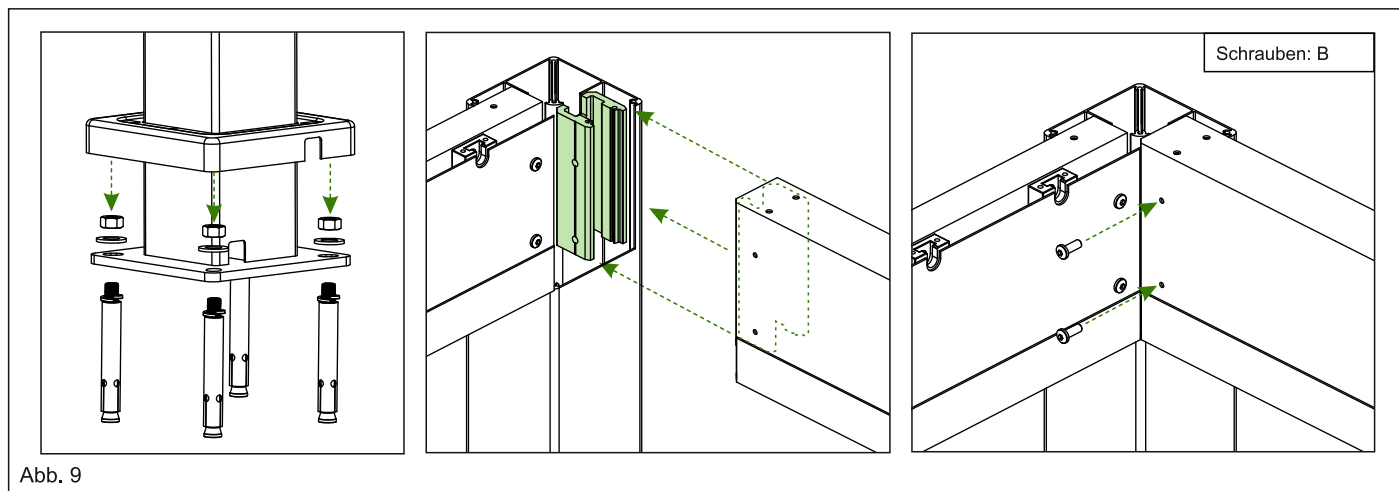

Abb. 9
4.3. Danach montieren Sie den Träger A und verbinden Sie diesen auch mittels jeweils zwei (B) M6x16-Innensechskantschrauben mit den beiden Pfosten. Siehe Abb. 9.